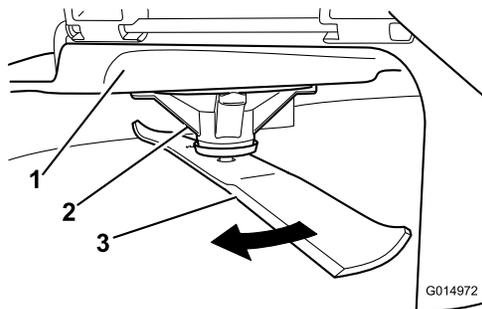

Figure 51
2. Enfilez des gants épais ou utilisez une autre protection adéquate pour les mains, et faites tourner la lame lentement jusqu'à une position permettant de mesurer correctement la distance entre le tranchant et la surface plane sur laquelle se trouve la machine (Figure 51).